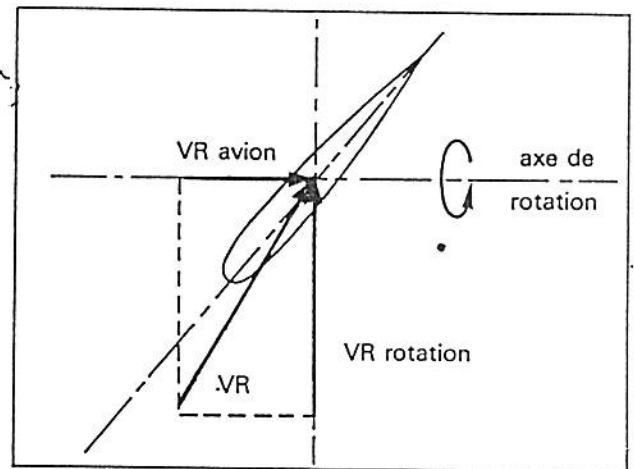

Fig. 4.
- la rotation de l'hélice (fig. 4).